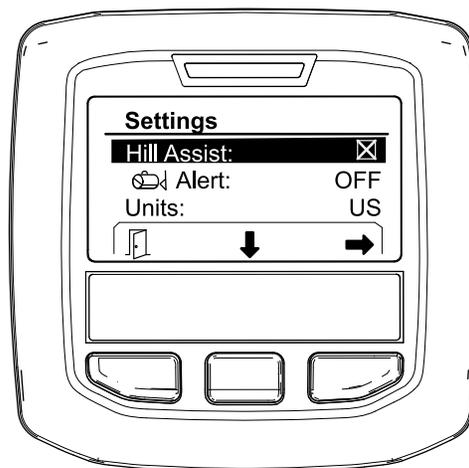

Figure 7
1. Naviguez jusqu'à l'option AIDE EN CÔTE et appuyez sur le bouton de sélection central pour ouvrir le menu des réglages de l'aide en côte (Figure 7).